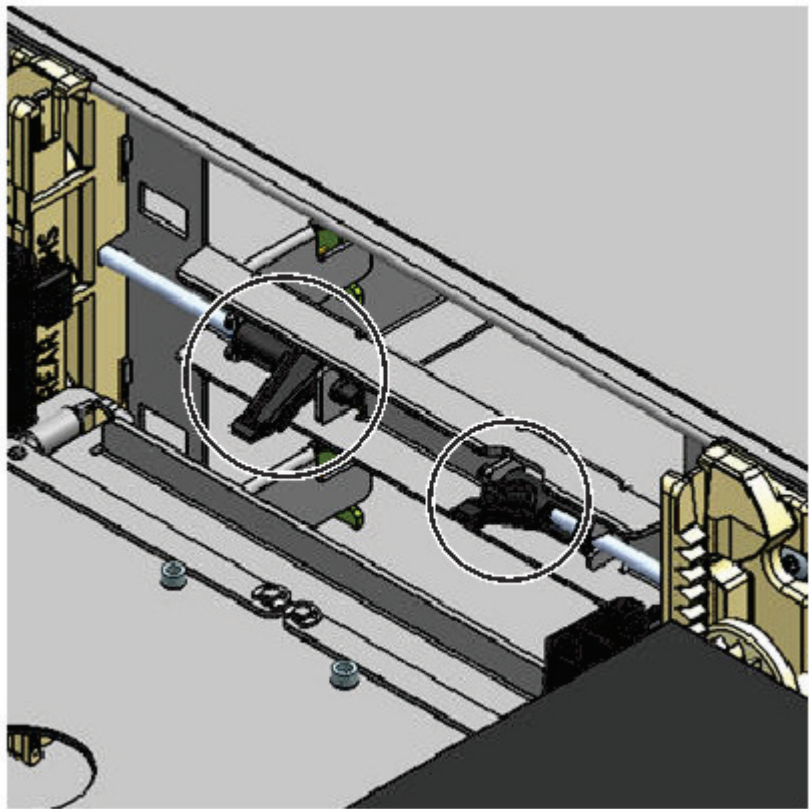

图 71. 盒带箱释放杆
1. 使用盒带箱释放杆（图 71 中圈出的位置）卸下左右盒带箱。向上推拉杆，然后拉出盒带箱。